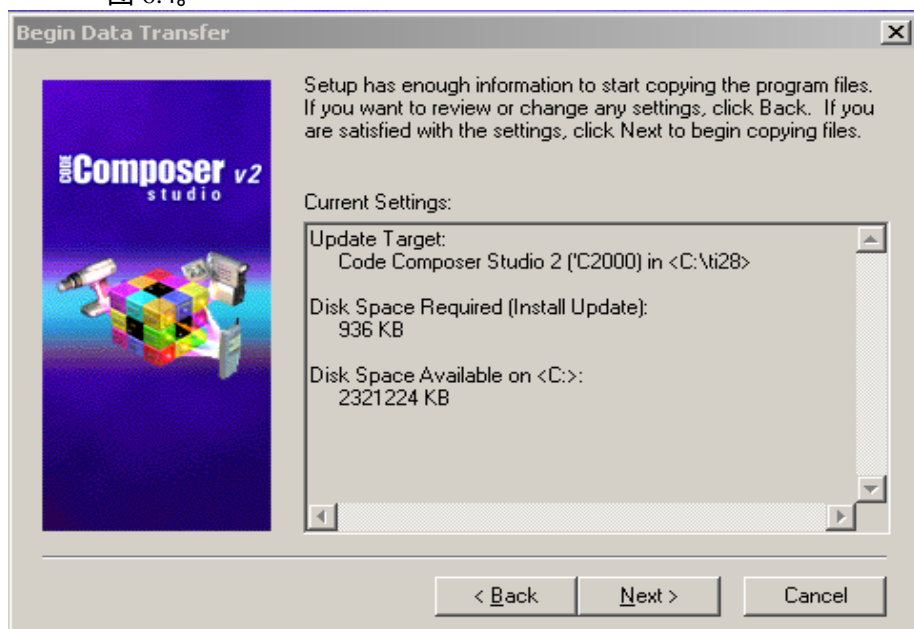

图 6.4 FLASH 烧写插件安装示意图 4
B. 点击 NEXT，它会自动找到已安装过的 CCS 软件的安装目录下，如图 6.4。